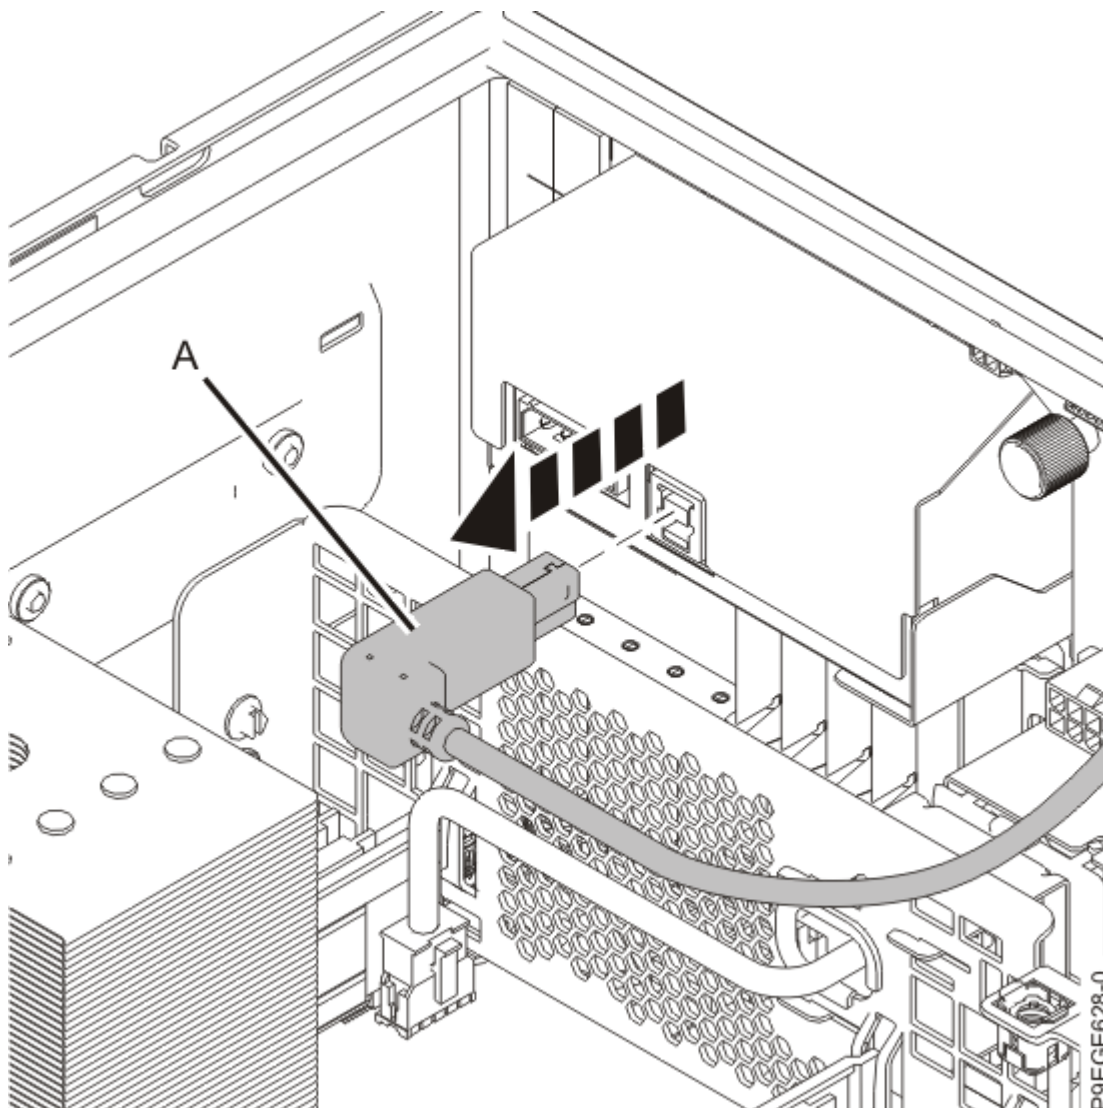

Figure 14. Retrait du câble USB avant de l'unité RDX
4. Si le système est doté d'une unité RDX, retirez le câble USB avant **(A)** de l'arrière de l'unité RDX, comme indiqué à la Figure 14, à la page 16.